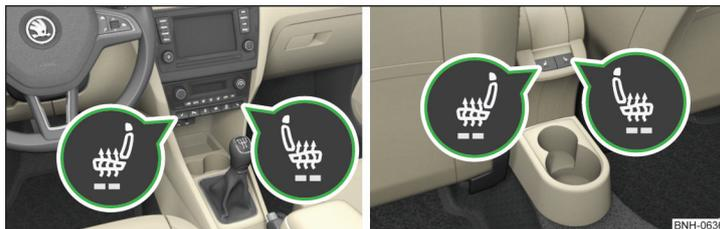

Fig. 61 Teclas para la calefacción de asientos delanteros/traseros
**Teclas para la calefacción de asientos** » fig. 61